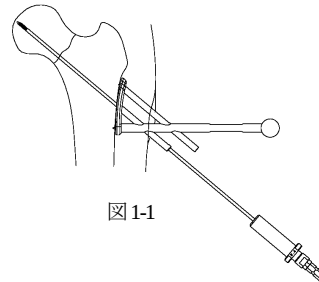

図 1-1
- 骨折部の修復後、遠位のチューブプレート型スライディングスクリューが正面像でカルカー上、軸斜像で頸部中央に導入されるよう刺入位置を決定します。刺入点を中心に約 20～30mm 程縦切し、プレート形状のトライアル型アングルガイド 130° 14mm/16mm を使用して設置位置の確認後、遠位側及び丘位側へ 2.4 ガイドピンを刺入します。（図 1-1、1-2）